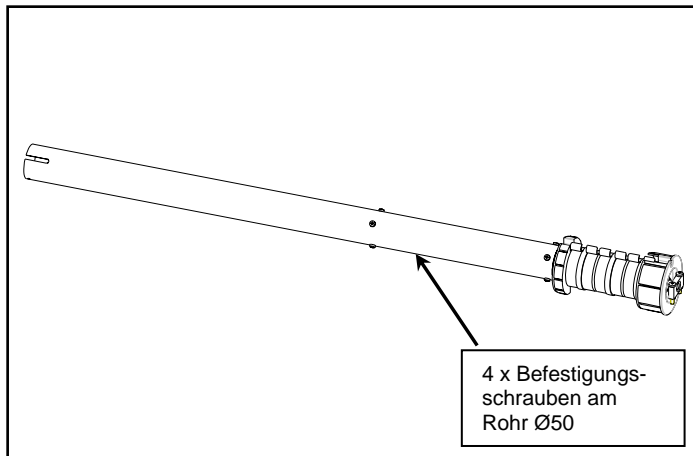

Bild 8: Befestigungsschraube Motormitnehmer
- Die 4 Schrauben vom Mitnehmer herausdrehen und aus dem Rohr Ø50 demontieren (Bild 8).